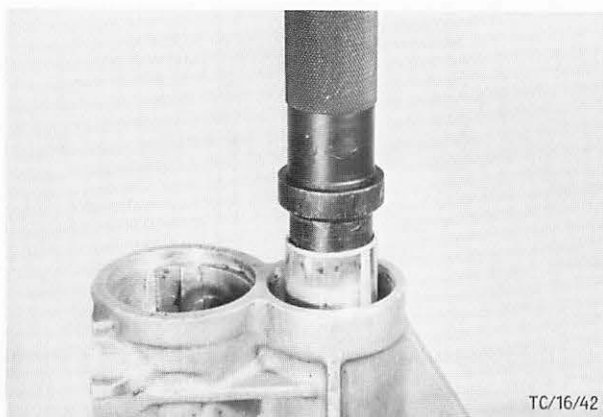

Abb. 64 Büchse-Getriebeverlängerung mit Spezialwerkzeug G2-7041-B einbauen
51. Büchse-Getriebeverlängerung mit Spezialwerkzeug G2-7041-B einbauen. Abb. 64. **Ölrücklaufnut in der Getriebeverlängerung und Kerbe in der Büchse müssen in eingebautem Zustand übereinstimmen.**